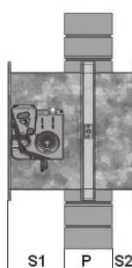

FIG.2
- 3- Posizionare la serranda all'interno dell'apertura centrandola in senso orizzontale e facendo attenzione che l'asse dell'otturatore corrisponda con l'asse della parete (fig. 2 - tabella 1)